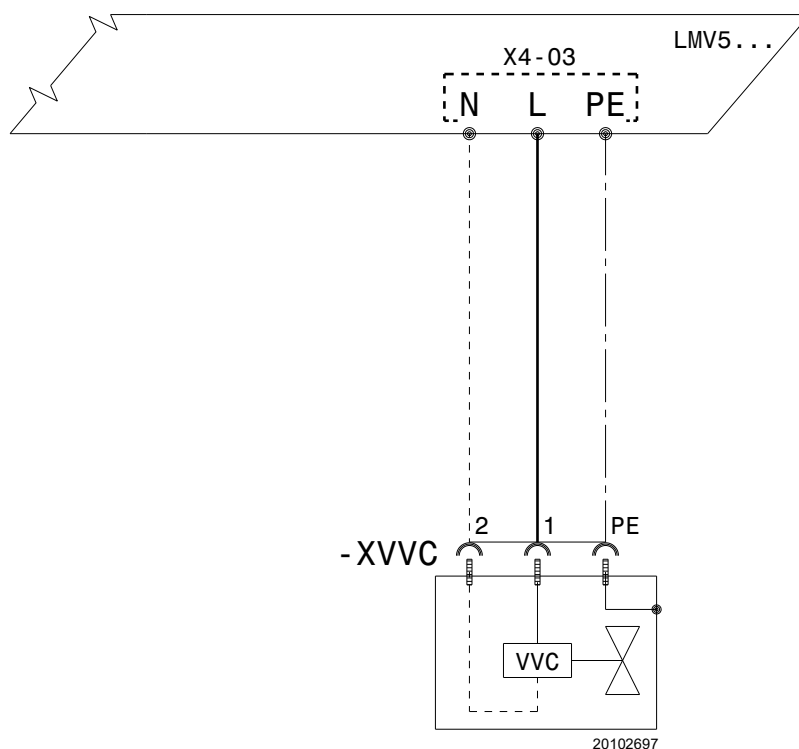

Fig. 8
Pour les connexions électriques, procéder comme suit (Fig. 8):
- Connecter l'alimentation électrique de la vanne par le raccord, fourni avec le kit, aux bornes du connecteur X4-03 de la boîte de contrôle LMV5 ... (Fig. 8);